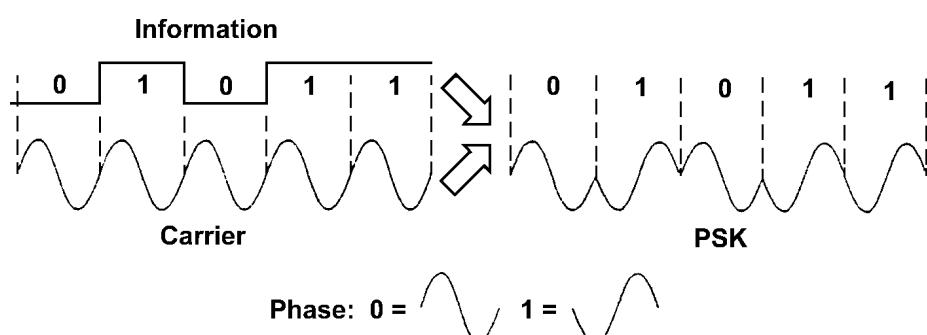
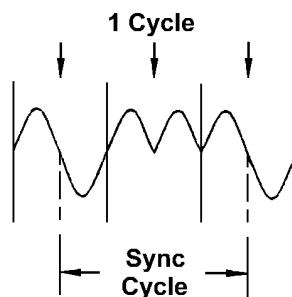

Fig. 19-1 PSK modülasyonu.
Fig. 19-5 Synchronization cycle.
Bölüm 18'de ifade edildiği gibi, faz kaydırmalı anahtarlama(PSK) modülasyonu faz modülasyonunun(PM) özel bir durumu olarak görülebilir. Fig. 19-1'de PSK modülasyonu gösterilmektedir.
Fig. 19-1'de, taşıyıcı işaret sabit frekans ve genlikli sinüzoidal bir işaretettir. Modüle edilecek işaret ise binary bir bilgidir. Eğer giriş işaretini low(0) ise, taşıyıcı işaret fazını korur. Eğer giriş işaretini high(1) ise, taşıyıcı işaret fazını 180 derece çevirir. Bağıllı olarak aralarında sadece 180 derece faz farkı bulunan iki sinüzoidal işaretin antipodal işaretler adı verilir. Bu tür faz kaydırmalı anahtarlamaya binary PSK(BPSK) ya da faz çevirmeli anahtarlama(phase-reverse keying - PRK) adı verilir.
Eğer bir sync cycle gerekiyor ise, sync cycle kontrol devresi, kontrol shift registerin çıkış datasını kontrol etmek için bir kontrol işaretini üretecektir. Daha sonra, sync cycle işaretini modülatör çıkışında oluşturacaktır. Bizim deneylerimizde Fig. 19-5'de gösterilen sync cycle formatı kullanılmaktadır. Bu sync cycle işaretini, Fig. 19-1 ve 19-2'de gösterilen PSK/QPSK modülasyonlu işaretlerden farklıdır. Sync cycle işaretini, PSK/QPSK demodülatöründeki sync cycle detektörü ile belirlenebilir ve bir tanımlayıcı kelime gibi görülebilir.